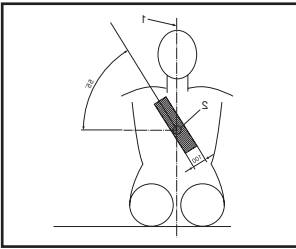

Abbildung 6
- Der diagonale Gurt muss, wie in Abbildung 6 zu sehen ist, über Schulter und Brust laufen.